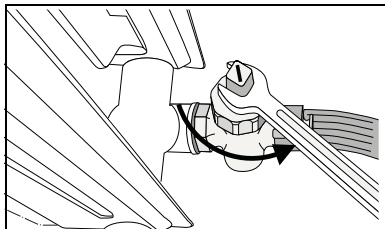

Fig. 27 Aftappen van de cv-installatie
- Tap de cv-installatie op het laagste punt met behulp van de vul- en aftapkraan of aan een radiator (zie fig. 17, pagina 27) af. Daarbij dient de automatische ontluchter op het hoogste punt van de cv-installatie (fig. 27) geopend te zijn.